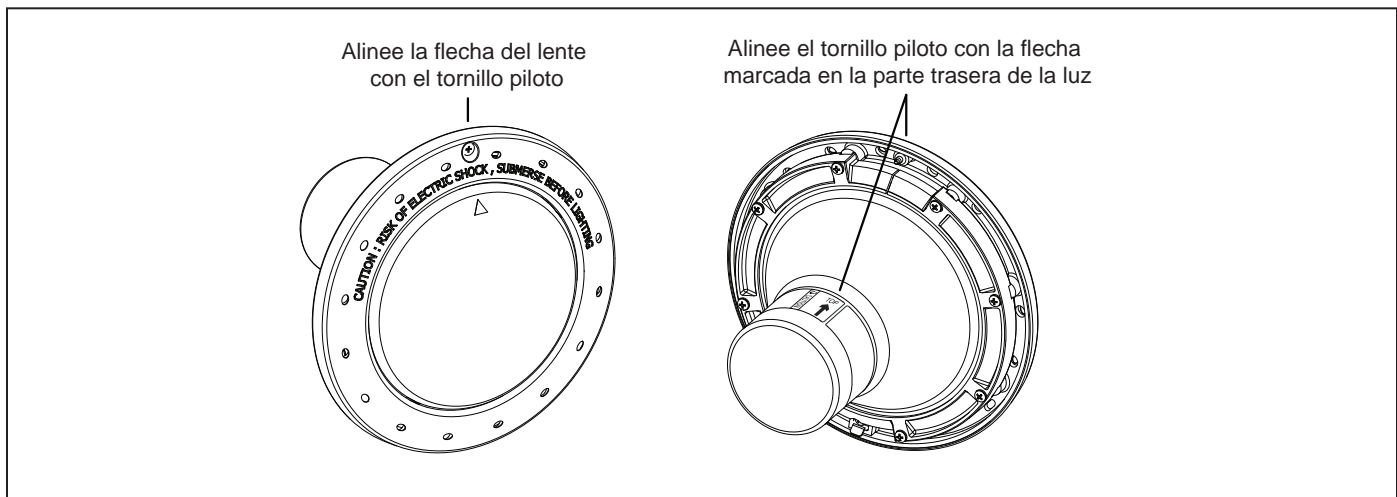

Figura 8. Alineación del lente, el aro frontal, el compartimento y las abrazaderas de las luces blancas para piscinas
- c. Coloque el lente y la empaquetadura sobre el conjunto de la luz. Coloque el aro frontal y la abrazadera superior sobre el lente, y alinee el tornillo piloto con la marca de la flecha pequeña en la cara del lente. Tenga en cuenta que la marca de la flecha pequeña sobre la cara del lente y el tornillo piloto del aro frontal deben estar alineados con la flecha ubicada en la etiqueta de la luz que dice, “Arrow on this label must line up with the pilot screw on the Face Ring” (la flecha en esta etiqueta debe estar alineada con el tornillo piloto del aro frontal). Véase Figura 8.
- e. Posicione la abrazadera inferior sobre el cable de electricidad y deslícela hacia la parte trasera de la luz y hacia la abrazadera superior. Véase Figura 8.